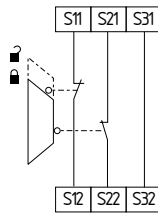

Fig. 14
**Circuito de monitorização de porta de proteção de dois canais dispositivos de interrupção conforme EN ISO 14119 (ver Fig. 14)**